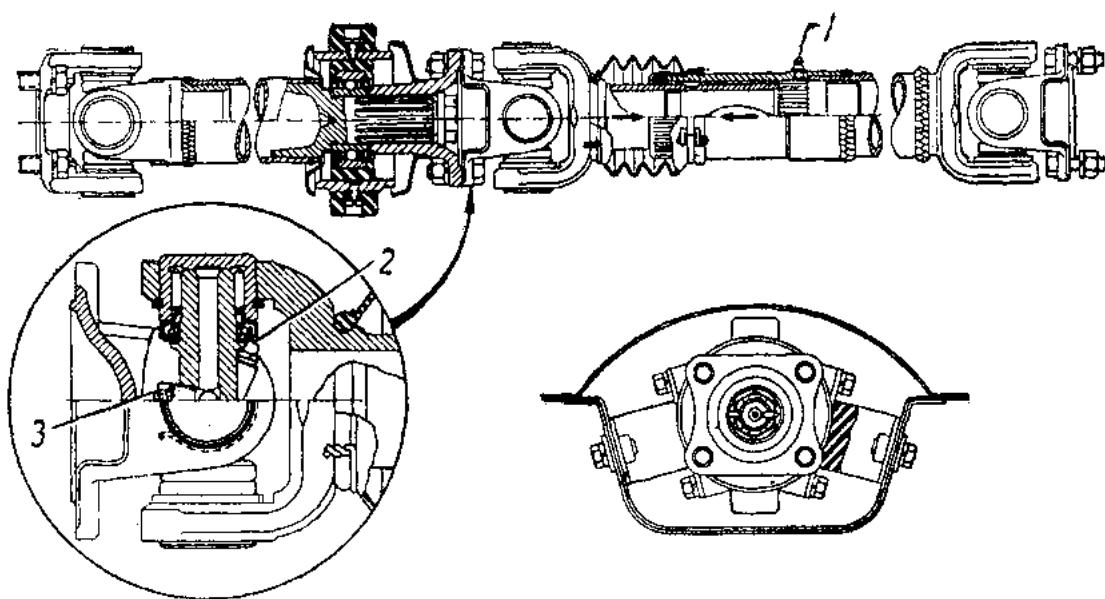

Рис. 51. Карданская передача.
- 1) включите третью передачу и убедитесь в том, что рычаг переключения находится в горизонтальном положении или ниже до 60° . Изменяйте длину тяги l_4 (рис. 51), брачная ее наконечник;
Карданская передача (рис. 51) состоит из двух валов. На каждом из валов вилки расположены в одной плоскости, как показано. Нарушене расположения вилок или фланцев даже на один шлиц вызывает выбибрацию валов и автомобиля.